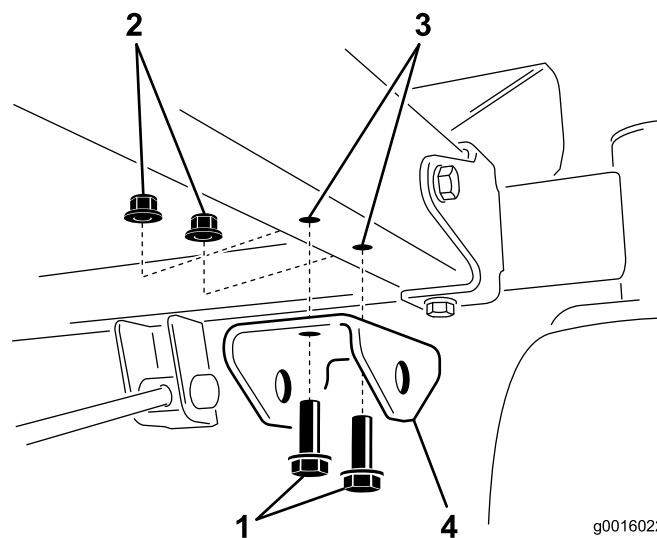

Figura 5
6. Monte el soporte del pedal en el bastidor en la parte delantera derecha de la máquina, según se indica en Figura 5.